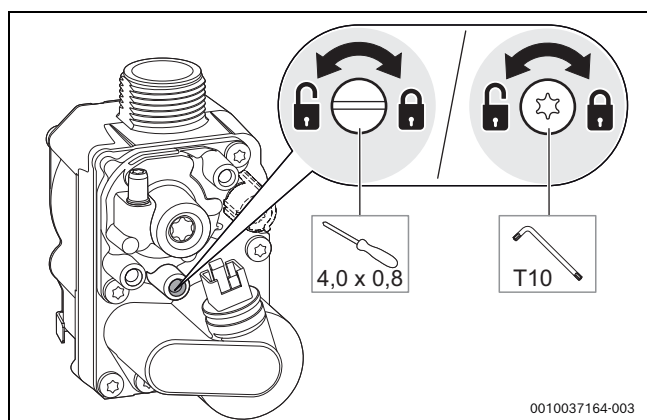

Bild 52 Gas-Anschlussdruck messen
- Schraube am Messstutzen für den Gas-Anschlussdruck 2 Umdrehungen lösen (→ Bild 52).